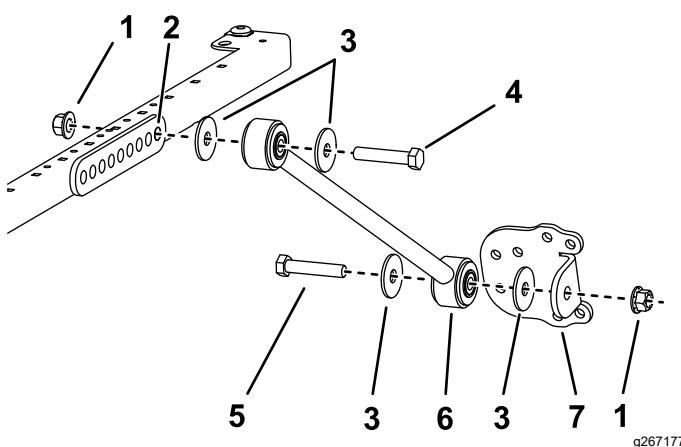

Figura 44
4. Em cada lado da estrutura do toldo, monte sem apertar completamente uma cinta no furo traseiro da montagem da cinta usando um parafuso (½ pol. x 2¾ pol.), duas anilhas (½ pol.) e uma porca flangeada (½ pol.), como se mostra na Figura 44.
5. Instale sem apertar completamente um suporte de cinta em cada cinta usando um parafuso ($\frac{1}{2}$ pol. x $2\frac{1}{2}$ pol.), duas anilhas ($\frac{1}{2}$ pol.) e uma porca flangeada ($\frac{1}{2}$ pol.), como se mostra na Figura 44.